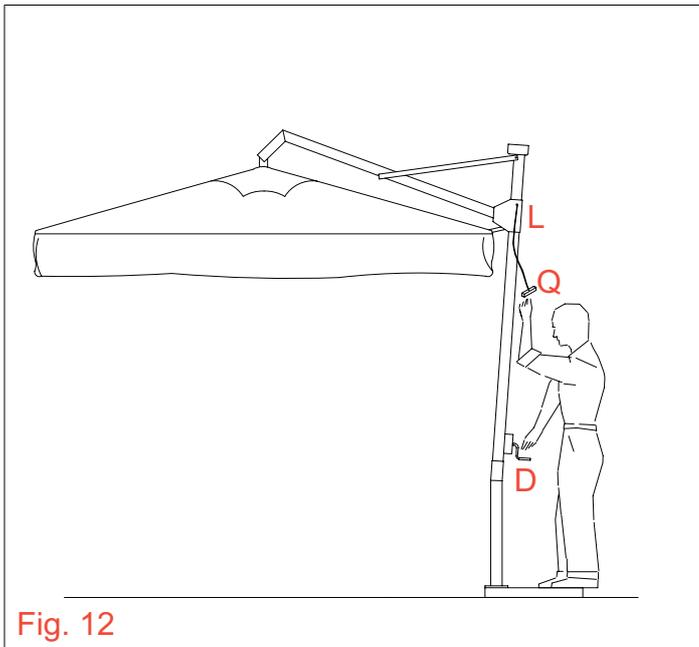

Fig. 12
### **INCLINAISON DU PARASOL (fig. 12 - 13)**
1. (fig. 12) Tourner en sens anti-horaire la manivelle (D) en tirant temporairement vers le bas la manette (Q). De cette manière le support coulissant (L) s'abaisse et le parasol s'incline.